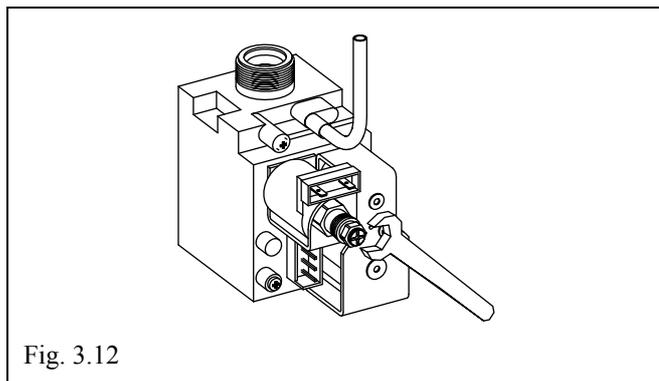

Fig. 3.12
- con una chiave a forchetta CH 10 agire sul dado di regolazione per ottenere il valore indicato in **APPENDICE A - PAG. 99 (FIG. 3.12)**;